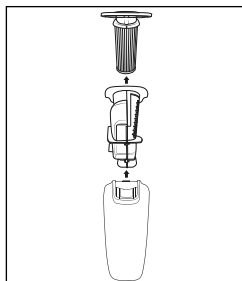

Fig. 14
- ◆ Tag først HEPA-filteret 20 og derefter grovfilteret 19 ud af støvbeholderen 10 (fig. 14). Bank begge dele ud over en affaldsspand eller lign. Ved behov kan HEPA-filteret 20 skylles med rent vand. Lad det derefter lufttørre helt.